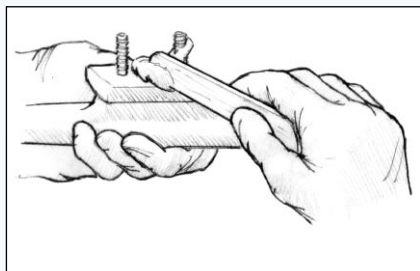

Figura 17 Aplique epoxi espesado a la base del accesorio y a las roscas de la fijación.
4. Inyecte una mezcla espesa de epoxi/404 o 406 en el taladro. Use suficiente mezcla para asegurarse de que no queden huecos en el taladro después de insertar la fijación. Aplique epoxi espesado a la base del accesorio y a las roscas de la fijación (*Figura 17*).